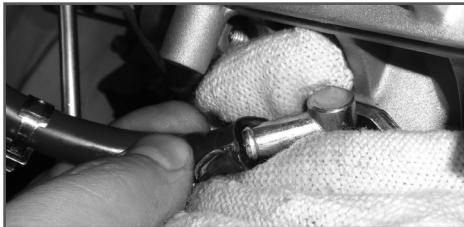

Рис. 10 Удаление воздуха из топливного шланга
- Как только воздух выйдет, и из отверстия между топливным шлангом и входным штуцером топливного насоса начнет вытекать топливо (Рис. 10), быстро наденьте топливный шланг на штуцер топливного насоса. Установите на место хомут топливного шланга.